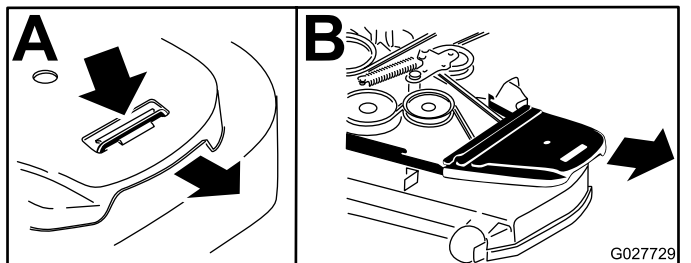

Figura 60
5. Afloje por completo los pernos que fijan las cubiertas de las correas, y retire las cubiertas de las correas (Figura 60).